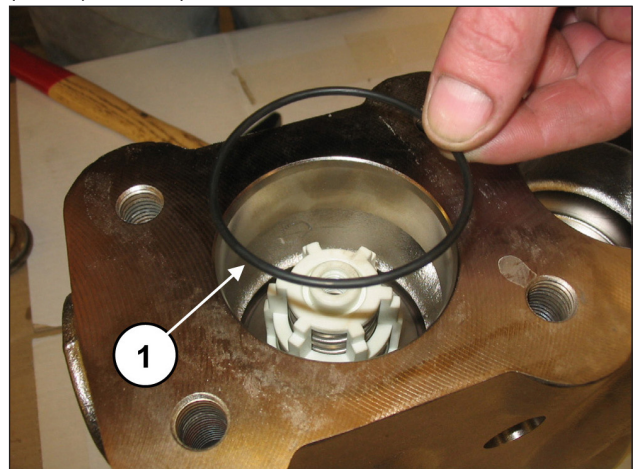

Abb. 121
Setzen Sie den O-Ring ein, Pos. 19 Explosionszeichnung (Pos. ①, Abb. 121).